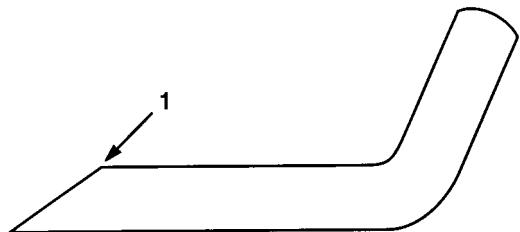

Fig. 14
3. Controllare il tagliente di ogni lama ed affilarlo se è smussato o scheggiato. Afilare soltanto la parte superiore del tagliente, e mantenere l'angolo di taglio originale per garantire l'affilatezza (Fig. 14). La lama rimane equilibrata se viene tolto lo stesso quantitativo di metallo da entrambi i taglienti.